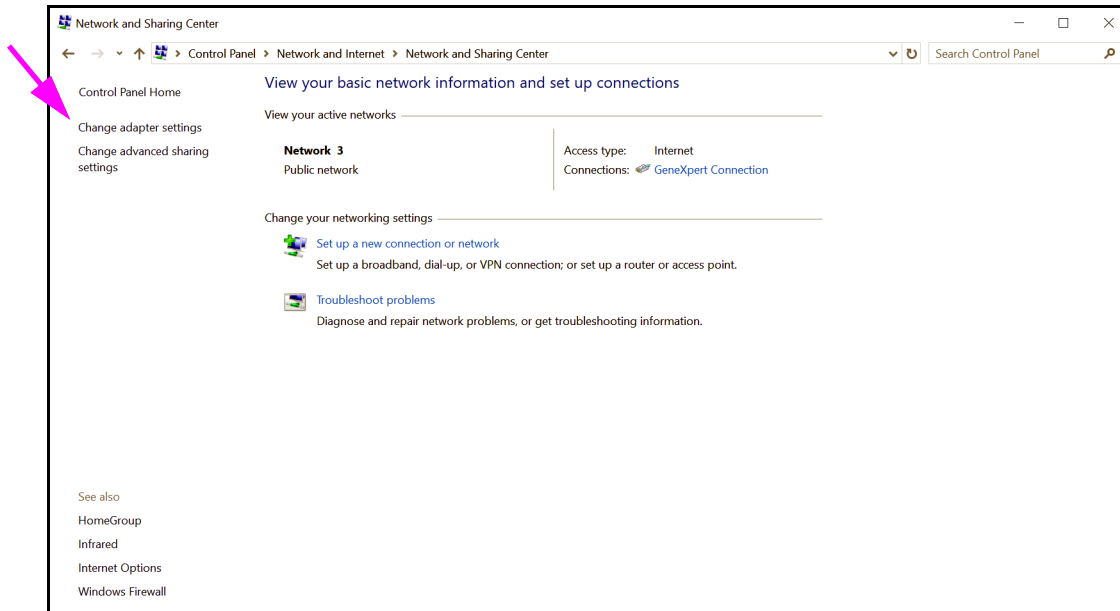

Figura 2-45. Pantalla Network and Sharing Center (Centro de redes y recursos compartidos)
- Haga clic en **View network status and tasks (Ver el estado y las tareas de red)**. Aparece la pantalla **Network and Sharing Center (Centro de redes y recursos compartidos)**. Consulte la figura 2-45.